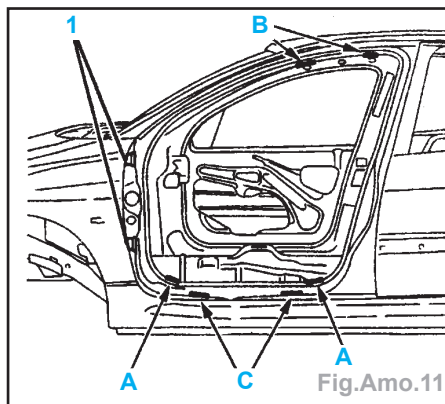

Fig.Amo.11
- Positionner (Fig.Amo.11) :
- les cales [2] en (A) (cote de 13 mm vers l'extérieur),
- les cales [3] en (B) (cote de 15 mm vers l'extérieur),
- les 2 cales d'appui d'épaisseur 13 mm en (C).